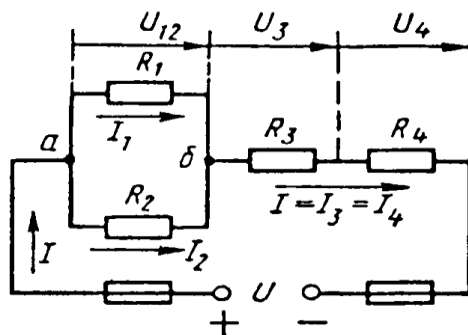

Рис. 1
смешанным соединением состоит из четырех резистором. Заданы схема цепи (рис. 1), значения сопротивлений резисторов:
2) обозначим токи I_1, I_2, I_3, I_4 на (рис. 1) стрелками и определим их значения из формулы мощности:
Формулировка закона: алгебраическая сумма токов в узловой точке равна нулю. Математическая запись для узла б схемы цепи рисунок 1:
В замкнутом контуре (рис. 1) приложенное напряжение U (аналогично ЭДС при внутреннем сопротивлении источника тока, равно нулю) и падения напряжения